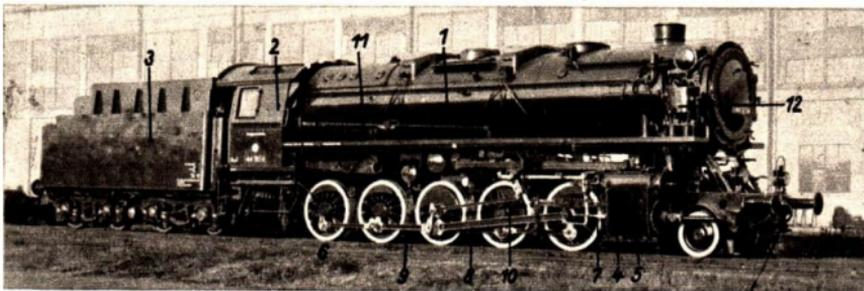

Abb. 137 Lokomotive „D 44“ aus dem volkseigenen Lokomotivwerk Hennigsdorf (ausgestellt auf der Leipziger Frühjahrsmesse 1940)
**1. Die Lokomotive** (Abb. 137). Die Lokomotive ist eine *Dampfmaschine*. In ihrem zylindrischen Rumpf liegt der Dampfkessel. Er wird von vielen Flammrohren durchzogen, durch die von der Feuerung her die heißen Verbrennungsgase der Kohle (1000°C) streichen. Die Flammrohre vergrößern die Heizfläche auf 200 bis 300 m2. — Warum erhitzt man das Wasser nicht wie beim Waschkessel von unten her? Der entstehende Dampf sammelt sich im erhöhten *Dampfdom* und wird von hier durch ein Dampfrohr den beiden seitlich liegenden *Zylindern* zugeführt (vgl. Abb. 138). Im Zylinder bewegt der Dampf durch seinen Überdruck den dichtschießenden *Kolben* hin und her. Der Dampf tritt bald auf der einen, bald auf der anderen Seite des Kolbens in den Zylinder ein. Die Dampfzufuhr in den Zylinder wird durch die *Steuerung* geregelt.